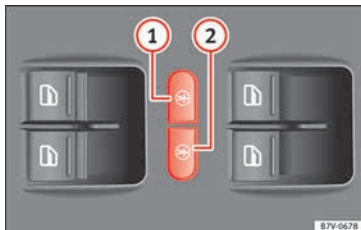

Abb. 137 In der Fahrertür: Tasten für die elektrische Kindersicherung.
Die elektrische Kindersicherung verhindert das Öffnen der Schiebetüren und der elektrischen Fensterheber in den Schiebetüren von innen, damit z. B. Kinder während der Fahrt nicht versehentlich eine Tür öffnen. Die linke Taste »» Abb. 137 ① bzw. die rechte Taste ② schaltet die Kindersicherung hinten links bzw. rechts ein.
Einschalten:	Taste »» Abb. 137 ① oder ② drücken.